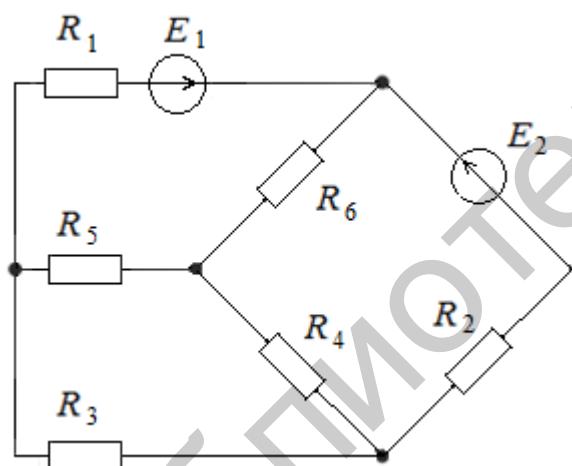

Рис. 104
37. Определить токи в ветвях электрической цепи (рис. 104) методом наложения, если $E_1 = 6 \text{ В}$, $E_2 = 4 \text{ В}$, $R_1 = R_2 = R_3 = R_4 = R_5 = R_6 = 1 \text{ Ом}$.